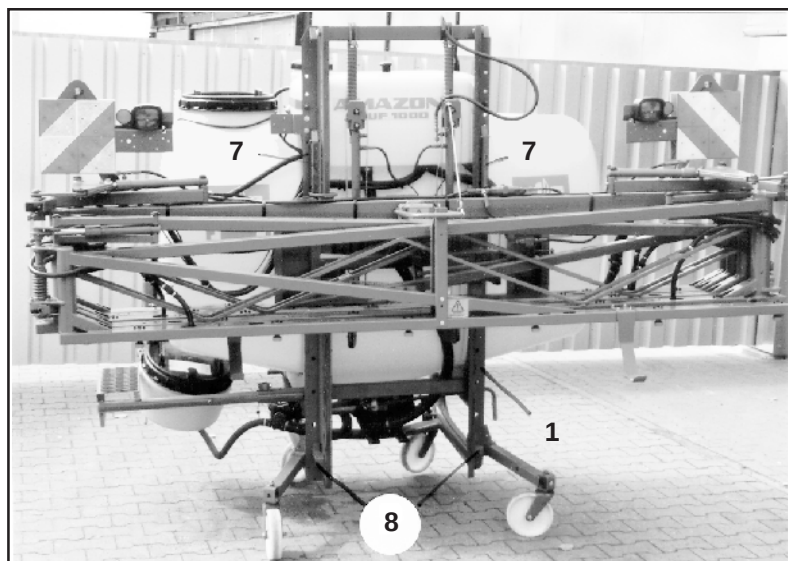

Рис. 10.2
- Вручную передвиньте на максимально возможную высоту оба четырехгранные профили (рис.10.2/7) и зафиксируйте их в этом положении путем поднятия стопорных элементов (рис.10.2/8) на держателе штанги (рис. 10.2/1).
- Опустить ниже стопорные элементы (рис. 10.2/8) на держателях штанг (рис. 10.2/ 1).